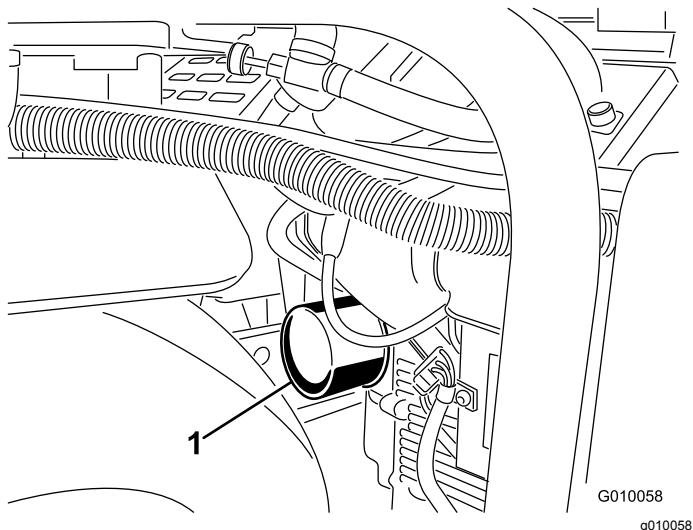
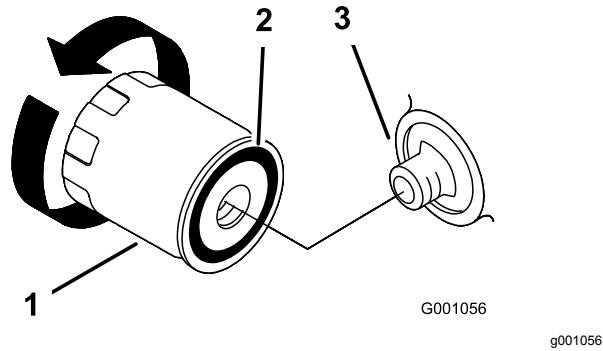

Figura 46
Figura 47
5. Coloque um recipiente pouco profundo ou um pano debaixo do filtro para apanhar o óleo (Figura 46).
6. Remova o filtro de óleo antigo (Figura 46 e Figura 47) e limpe a superfície da junta do adaptador do filtro.